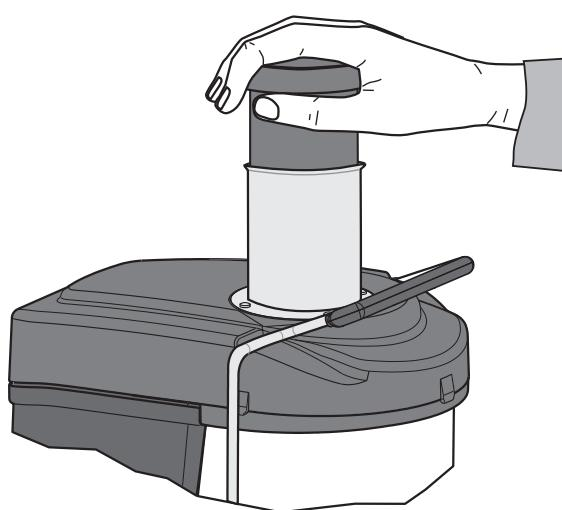

Abb. 7
- 6** Mit dem mitgelieferten Stößel, das Obst u./od. Gemüse stufenweise auf den Boden des Einfüllstutzens auf die sich drehende Reibe mit Zähnen drücken (siehe Abb. 7). Um mehr Saft zu erzielen, muss der Stößel immer langsam hinuntergedrückt werden. Kein Obst u./od. Gemüse hineingeben, wenn der Motor ausgeschaltet ist.